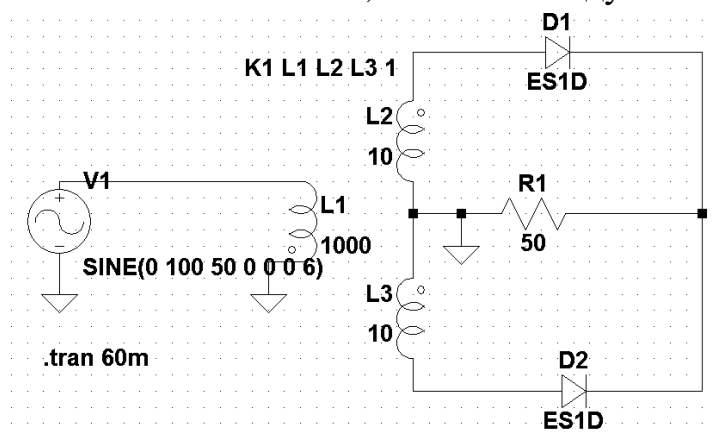

Рис. 1. Схема выпрямителя при работе на активную нагрузку
- Создайте схему выпрямителя с активной нагрузкой (рис. 1). Особенностью схемы является наличие трансформатора со средней точкой. Для его создания берём три индуктивности L1 и L2, L3, которые будут имитировать индуктивность первичной и вторичных обмоток трансформатора. В *SPICE* принята модель, согласно которой связь между обмотками определяется фиктивным схемным компонентом, который называется коэффициентом связи K между обмотками. Если $K=1$, то связь между обмотками - полная.
Щёлкнув левой кнопкой мышки по кнопке «ОК», переносим введённую строчку в окно редактора схем (рис. 1).
Создайте схему выпрямителя (рис. 1).